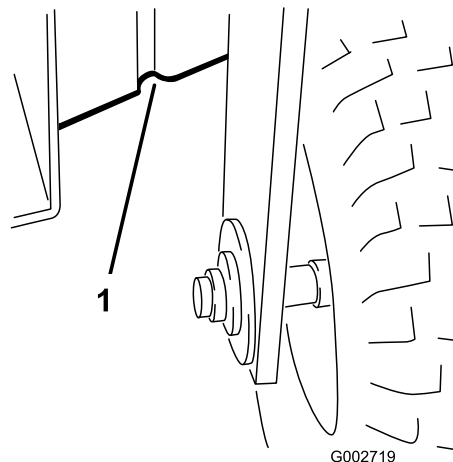

Bild 18
- Vorne: Unter dem Rahmen hinter dem Vorderrad (**Bild 18**).